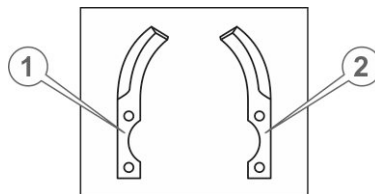

Рисунок 10 – Ножи ґрунтофрези
3. Взяти з комплекту ґрунтофрези по одному лівому і правому ножу (див. рис. 10).
4. Прикласти ножі (наприклад поз. 1 та поз. 2 див. рис. 10) до кріпильного квадрата маточини уздовж двох суміжних сторін цього квадрата таким чином, щоб квадрат опинився всередині загинів ножів, загострені частини ножів були направлені в напрямку обертання (як зазначено